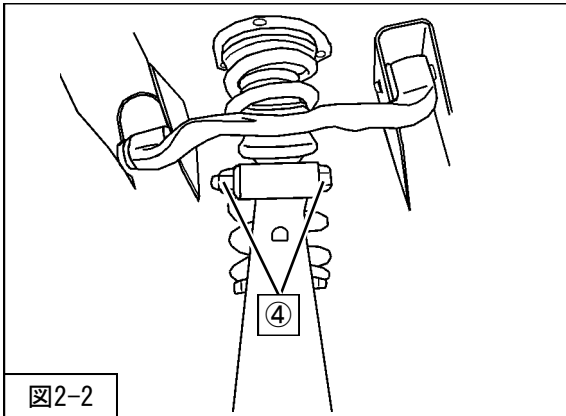

図2-2
2. ④アッパーリンク取付ボルト・ナットを取付けてください。(図2-2)